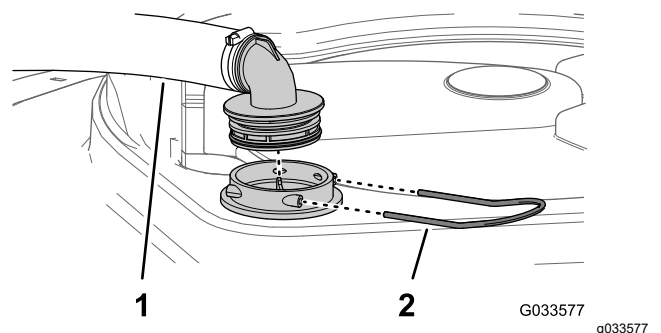

Figure 28
2. Au sommet de la cuve du pulvérisateur, retirez l'étrier qui fixe le raccord de flexible sur le grand flexible et le logement du filtre (Figure 28).
3. Retirez le flexible et le raccord du logement du filtre (Figure 28).